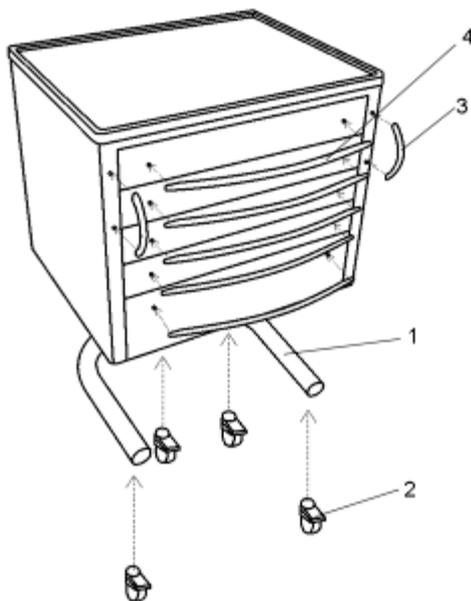

Рис. 8.41
Сборку (см. рис. 8.41) производите в следующей последовательности:
- установите ролики поз.2 в основание поз.1, убедившись в том, что оси роликов зафиксировались (см. рис. 8.41);